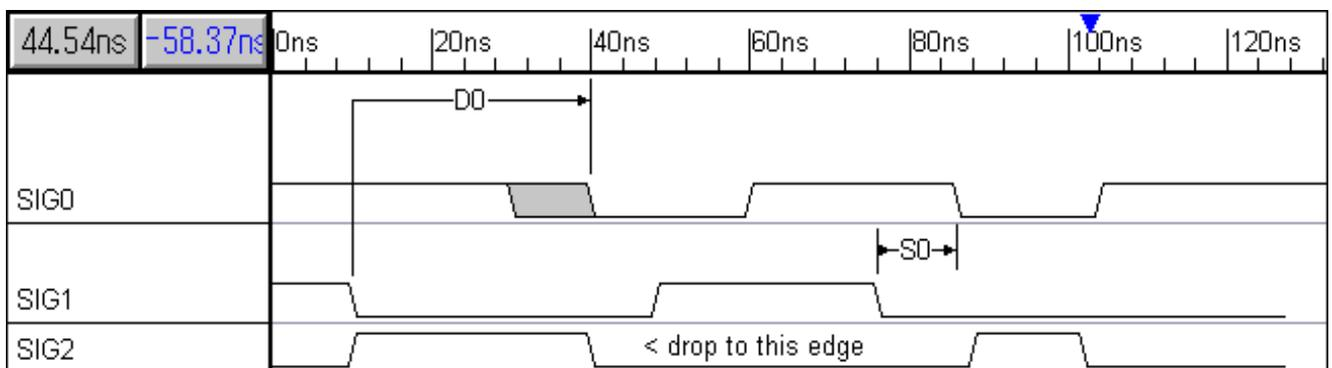

図 3.12 パラメータの表示位置の変更例
4. マウス・ボタンを離します。するとパラメータ S0 は信号 SIG0 と SIG1 の間に配置されます(図 3.12)。